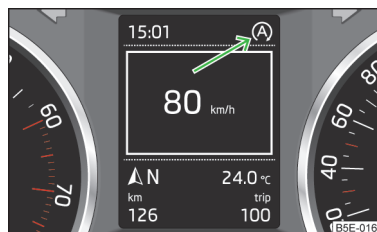

Fig. 137
Urmează o oprire automată a motorului (faza STOP). Pe afișajul panoului de bord apare simbolul de control (A) » fig. 137.
Urmează oprirea automată a motorului. Pe afișajul panoului de bord apare simbolul de control (A) » fig. 137.